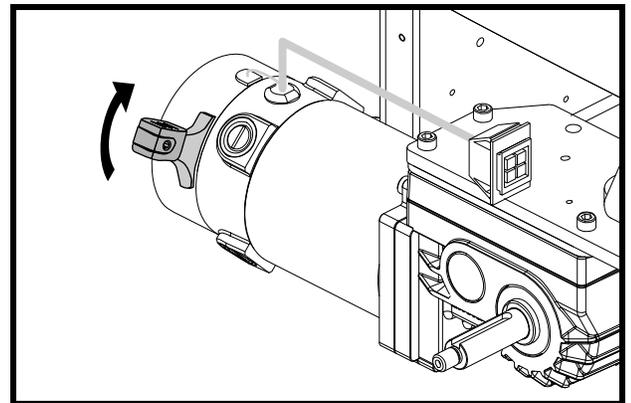

Abb. 9A. Antriebsmodus (Antrieb aktiviert) - Motorpaket "H2"
2. Den manuellen Freilaufhebel für den Antriebsmodus nach hinten drücken (Antrieb eingeschaltet). **Siehe Abbildung 9A und 10A.**